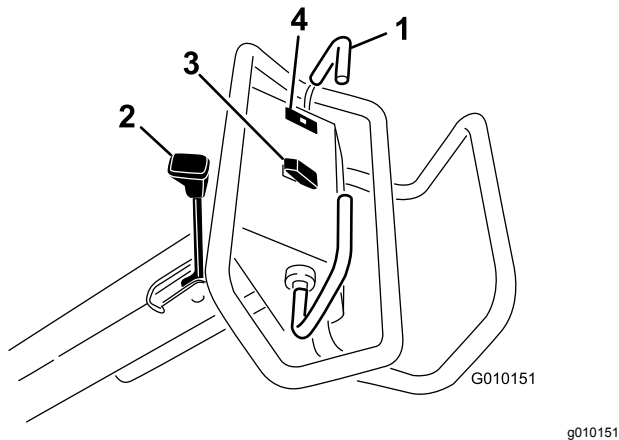

Figure 13
Pour avancer, poussez la barre de commande de déplacement en avant. Pour reculer, tirez la barre de commande de déplacement en arrière (Figure 13).
- Pour serrer le frein de stationnement, rapprochez le levier de la poignée (Figure 13).
Le témoin de pression d'huile (Figure 13) s'allume quand la pression de l'huile moteur descend au-dessous du niveau admissible. Dans ce cas, coupez le moteur et recherchez la cause de la baisse de pression. Effectuez les réparations nécessaires avant de remettre le moteur en marche.
Levage – appuyez sur le haut du commutateur (Figure 13) pour lever la tête d'aération et la désengager. Le moteur doit être en marche pour produire la pression de levage. Si la tête d'aération est en dessous de la hauteur de transport, voir Réinitialisation du circuit de commande du système (page 27).
Abaissement/engagement - Appuyez sur le bas du commutateur (Figure 13) pour abaisser et engager la tête d'aération. La barre de commande de déplacement doit être en position avant pour activer le commutateur.